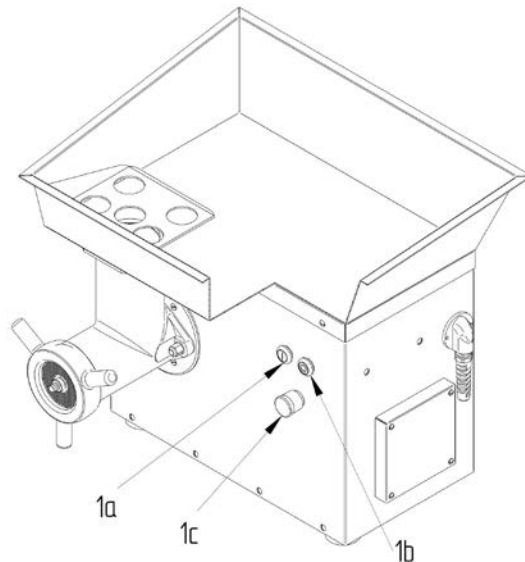

Рисунок 1
В модели LM-32/P и LM-98/P кнопка Пуск/Стоп, а также аварийная кнопка Стоп расположены на передней панели мясорубки (Рисунок 1: № 1a, 1b, 1c). Кнопка пуска снабжена выключателем низкого напряжения для предотвращения непроизвольного включения машины после остановки машины из-за отключения электричества.
1. **ОСТАНОВИТЕ** машину нажав на черную кнопку Стоп (Рисунок 1, № 1b).
При условии, что все требования, указанные в разделе 5.1.2 соблюдены, мясорубка включается нажатием на белую кнопку Пуск (Рисунок 1, № 1a).
Мясорубка может быть остановлена нажатием на черную кнопку Стоп. (Рисунок 1, № 1b) или **в случае крайней необходимости** нажатием на **КНОПКУ АВАРИЙНОЙ ОСТАНОВКИ** (Рисунок 1, № 1c). Машина также снабжена выключателем низкого напряжения для предотвращения непроизвольного включения машины после остановки машины из-за временного отключения электричества.